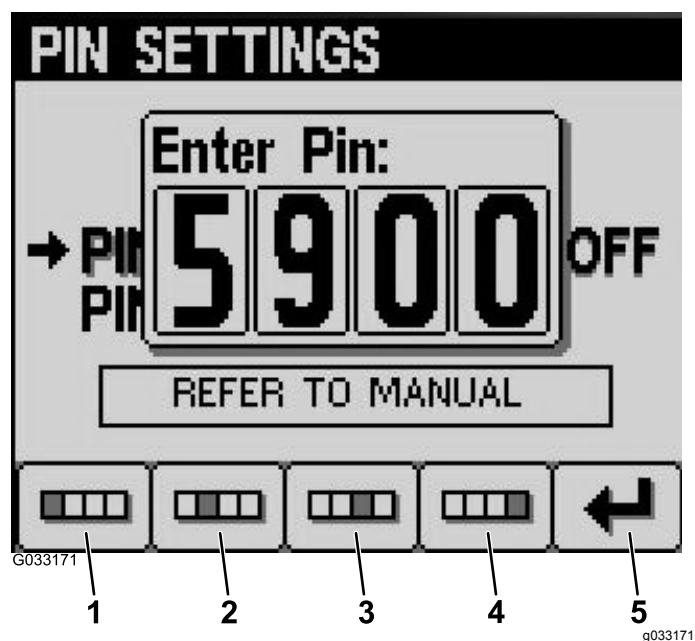

Figura 23
6. Introduza o PIN por defeito, 5900, no ecrã de introdução do PIN utilizando os botões 1 a 4 para seleccionar os dígitos e prima o botão 5 para concluir o PIN (Figura 23).